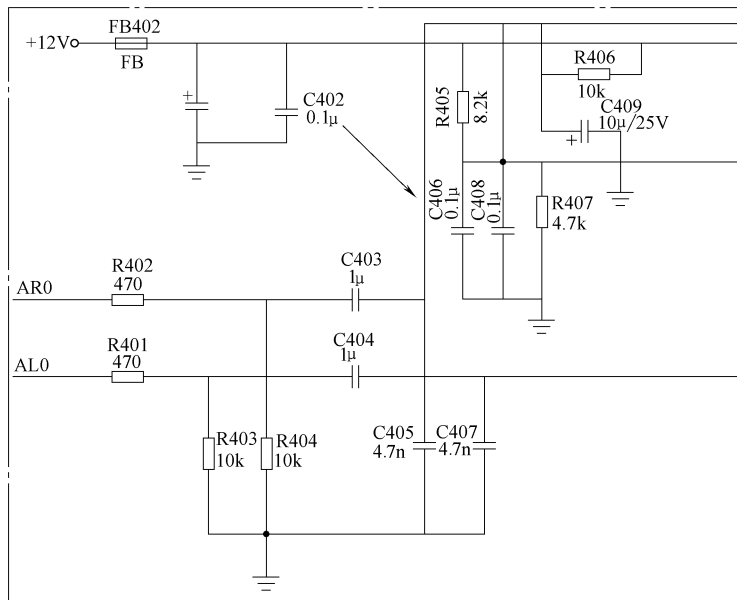

图 5-42 电容 C406 相关电路截图
- 3) 其外围加了由 Q404 和 Q407 等组成的开机、待机防冲击电路, 这两个电路接在静音控制管 Q401 的基极, Q401 的集电极接在功放 TDA7266 的⑥脚 (静音脚)。
- 4) 电容 C406 相关电路截图如图 5-42 所示。